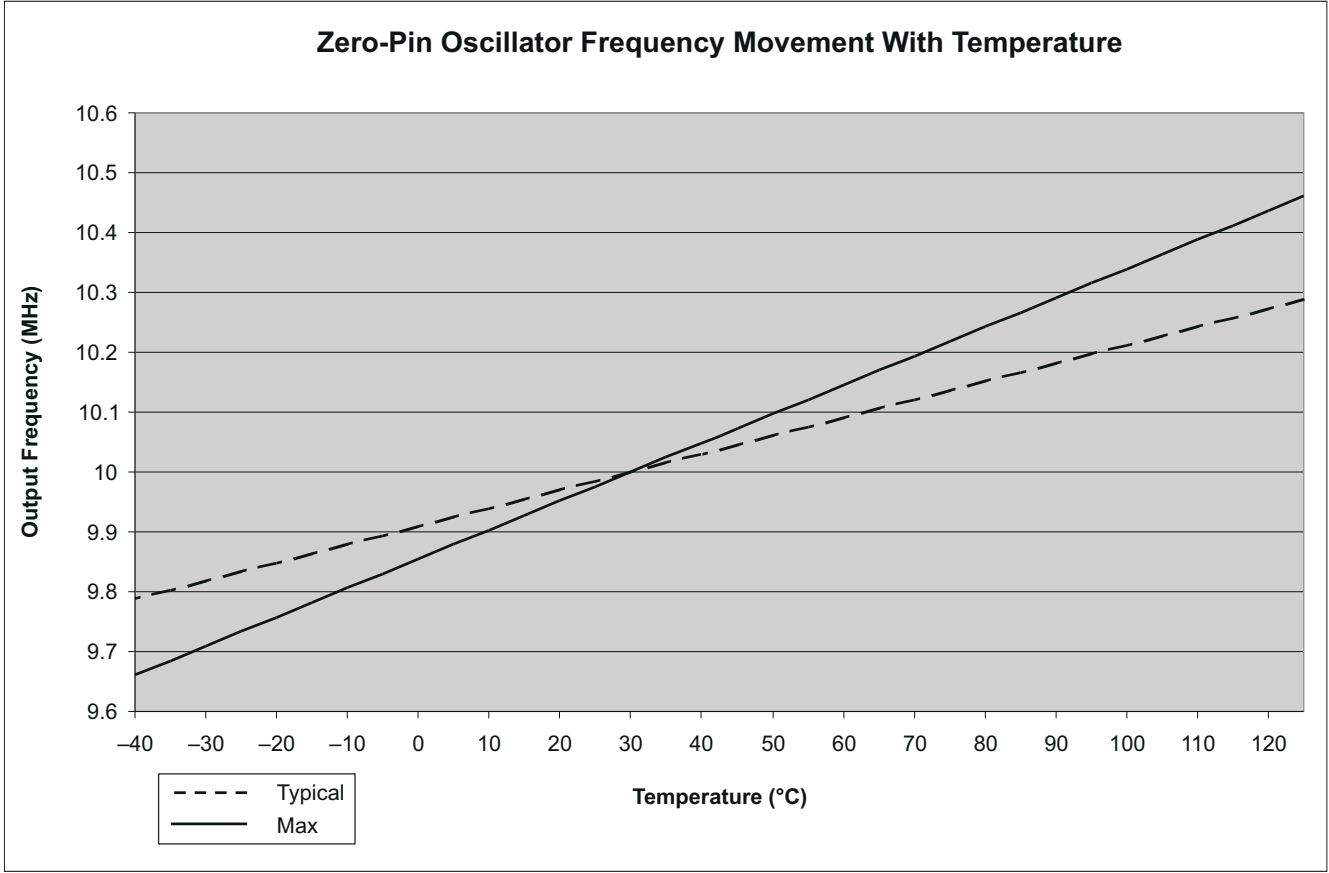

图 6-9. 随温度变化而变化的零引脚振荡器频率
- (1) 振荡器频率将随温度变化，请参阅图 6-9。要补偿振荡器温度漂移，请参阅振荡器补偿指南和 C2000Ware。
- (2) 只有当 VREG 被启用时，才能确保频率范围，VREGENZ=V_{SS}。
- (3) 内部振荡器的输出频率由温度梯度和电压 (V_{DD}) 梯度确定。例如：